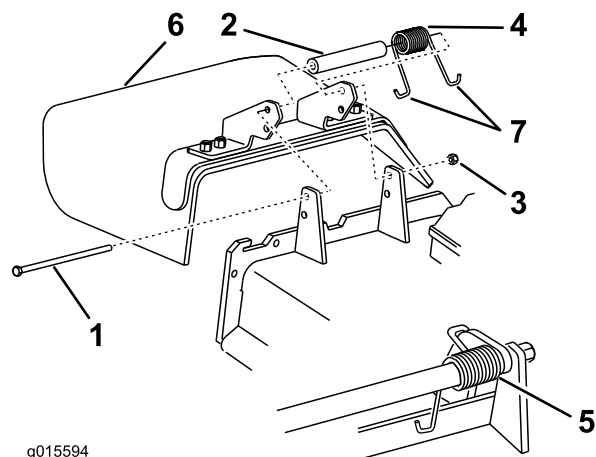

Figura 88
Nota: Asegúrese de colocar un extremo en **J** del muelle detrás del reborde de la carcasa antes de instalar el perno, según se muestra en Figura 88.
- Instale el perno y la tuerca. Coloque un extremo en **J** del muelle alrededor del deflector de hierba (Figura 88).
- Retire la contratuerca, el perno, el muelle y el espaciador que sujetan el deflector a los soportes de pivote (Figura 88). Retire el deflector de hierba dañado o desgastado.